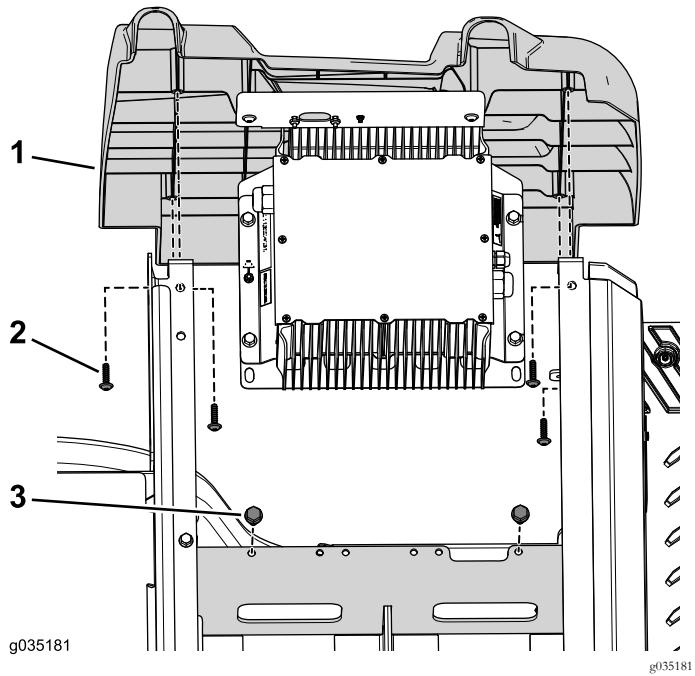

Рисунок 88
9. С помощью 2 болтов (3/8 x 3/4 дюйма) прикрепите кронштейн зарядного устройства к поддону аккумуляторных батарей (Рисунок 88).